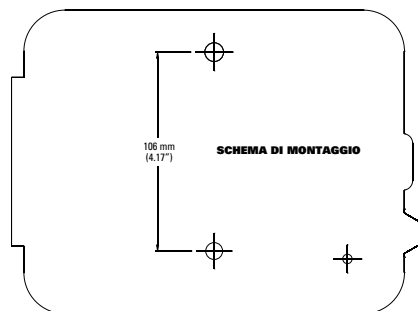

Figura 1: uso dello schema di montaggio (incluso)
- Utilizzare lo schema di montaggio (incluso) per marcare sulla parete la posizione delle viti. Vedi figura 1